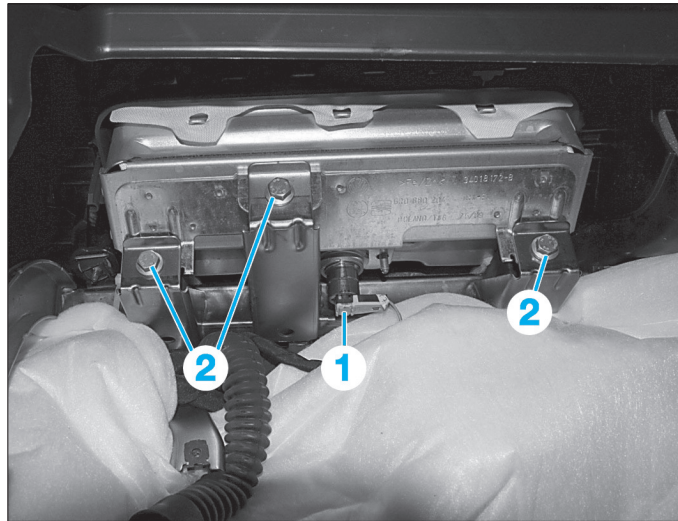

FIG. 3
- Déverrouiller la sûreté puis débrancher le connecteur (1) du module d'airbag.
- Déposer les trois vis (2) (Fig.3).